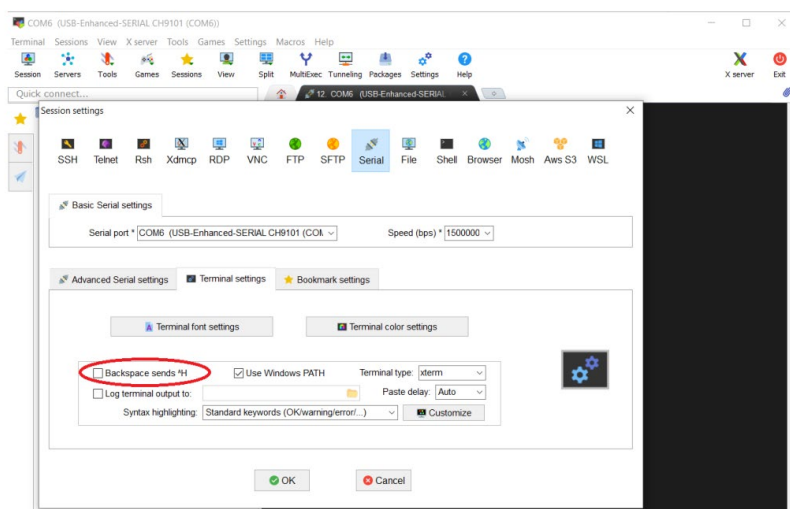

Рис.4 Утилита MobaXterm.
2. Далее Пользователю требуется запустить утилиту MobaXterm, выбрать Session > Serial; в открывшейся вкладке указать виртуальный COM-порт ПЛК и скорость обмена (Рис. 4).